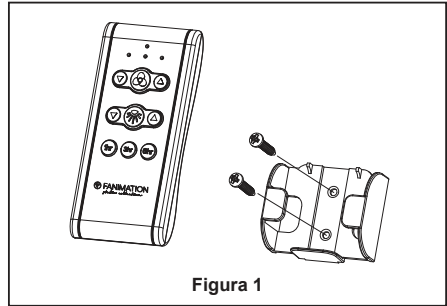

Figura 1
- 1. Instalación de la placa de la pared:** (Figura 1)